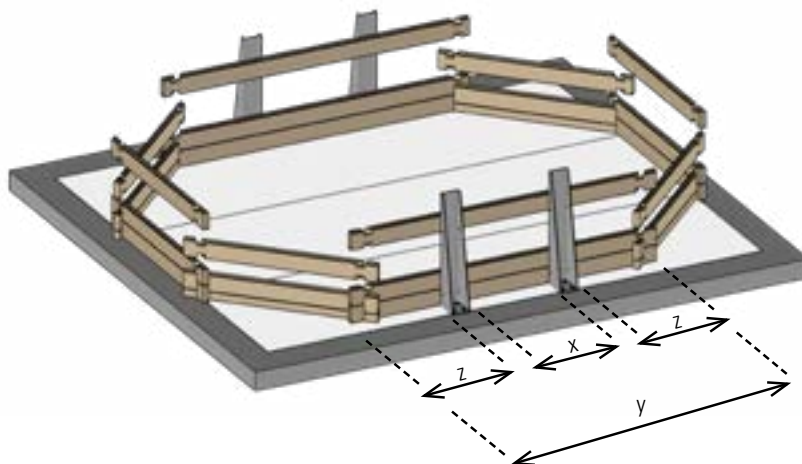

Fig. 4 / Abb. 4 / Afb. 4
- EN LAYOUT OF THE COLUMNS:** •Position the columns at the centre of the lateral of your pool, supported against the boards (figure 4). **Tighten the columns well around the entire layer of boards.** •Vertically drill the layer using a drill with a \varnothing 10mm bit for concrete, and using the column as a guide. The depth of the hole should be at least 100mm to guarantee good fixing. •Place the fixing bolts (with washers and nuts) into the holes and fix them with the help of a hammer. **COMPLETELY hammer in the fixing bolts (only the head should be visible).** •Tighten crosswise the 4 nuts.
- FR POSITIONNEMENT DES SABOTS :** •Placez les sabots au centre des grands pans de votre bassin, en appui contre les madriers (figure 4). **Plaquez bien les sabots le long des rangées de madriers.** •Percez bien verticalement la chape à l'aide d'un perforateur équipé d'un foret béton \varnothing 10 mm, en utilisant le sabot comme gabarit. La profondeur du perçage doit être au minimum de 100 mm pour garantir une bonne fixation. •Placez les gougeons d'ancrage (avec rondelles et écrous) dans les trous et frappez-les à l'aide d'un marteau. **Enfoncez ENTIEREMENT les gougeons d'ancrage (seule la tête doit rester visible).** •Serrez fermement en croix les 4 écrous.
- DE ANORDNUNG DER ANSCHLAGWINKEL:** •Platzieren Sie die Anschlagwinkel in der Mitte der langen Seiten des Pools, gegen die Bretter gestützt (Abb. 4). **Furnieren Sie die Anschlagwinkel gut entlang der Bretterreihen.** •Durchbohren Sie die Schicht vertikal mit Hilfe einer Bohrmaschine und einem Betonbohrer mit 10 mm \varnothing , wobei der Anschlagwinkel als Muster dient. Die Tiefe der Bohrung muss mindestens 100 mm betragen, um eine gute Befestigung zu garantieren. •Platzieren Sie die Befestigungsstifte (mit Unterlegscheiben und Schrauben) in den Öffnungen und schlagen Sie mit einem Hammer darauf. **Hämmern Sie die Befestigungsstifte GANZ ein (nur der Kopf darf noch sichtbar sein).** •Ziehen Sie die 4 Schrauben kreuzweise fest.
NL PLAATSING VAN DE METALEN STEUNBALKEN: •Plaats de metalen steunbalken in het midden van de zijkant de uw zwembad, steunend tegen de planken (afbeelding 4). Schroef de metalen steunbalken stevig vast tegen de plankenrijen. •Boor perfect vertikaal gaten in de betonplaat met behulp van een boormachine voorzien van een boor voor beton van $\varnothing 10\text{ mm}$, gebruik de metalen steunbalk als patroon. De diepte van het boorgat moet tenminste 100 mm bedragen om een goede fixatie te garanderen. •Plaats de ankerbouten (met ringen en moeren) in de gaten en sla ze vast met behulp van een hamer. **De ankerbouten VOLLEDIG vastdraaien**(alleen de kop mag te zien zijn). •Draai de 4 moeren kruislings stevig vast.